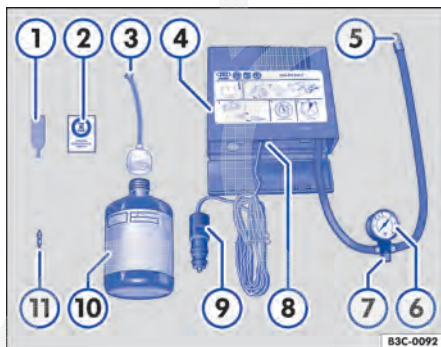

Fig. 163 Representação esquemática: componentes do kit de reparo dos pneus.
O kit de reparo dos pneus é composto pelos seguintes componentes → Fig. 163:
12. Colar o adesivo \Rightarrow Fig. 163  do kit de reparo dos pneus no painel de instrumentos, no campo de visão do condutor.
- Com a chave para remoção do elemento da válvula \Rightarrow Fig. 163 , desrosquear o elemento da válvula do pneu e colocá-lo sobre uma superfície limpa.
- Agitar a garrafa para enchimento dos pneus \Rightarrow Fig. 163  algumas vezes com força.
- Rosquear a mangueira de enchimento \Rightarrow Fig. 163  com firmeza no sentido horário sobre a garrafa para enchimento dos pneus. A película na tampa é perfurada automaticamente.
- Remover o bujão da mangueira de enchimento \Rightarrow Fig. 163  e introduzir a extremidade aberta totalmente na válvula do pneu.
- Rosquear novamente o elemento da válvula com a chave para remoção do elemento da válvula \Rightarrow Fig. 163  na válvula do pneu.
- Rosquear a mangueira de enchimento dos pneus ⇒ Fig. 163 ⑤ do compressor de ar com firmeza na válvula do pneu.
- Verificar se o parafuso de sangria de ar ⇒ Fig. 163 ⑦ está fechado.
- Encaixar o conector do cabo ⇒ Fig. 163 ⑨ em uma tomada 12 V do veículo ⇒ Página 150.
- Ligar o compressor de ar com o interruptor LIGA-DESLIGA ⇒ Fig. 163 ⑧.
- Deixar o compressor de ar funcionar até atingir 2,0 – 2,5 bar (29 – 36 psi / 200 – 250 kPa) ⇒ ⚠. **Tempo de funcionamento máximo de 6 minutos** ⇒ ①.
Reconectar a mangueira de enchimento dos pneus ⇒ Fig. 163 ⑤ e ler a pressão dos pneus no indicador da pressão dos pneus ⑥.